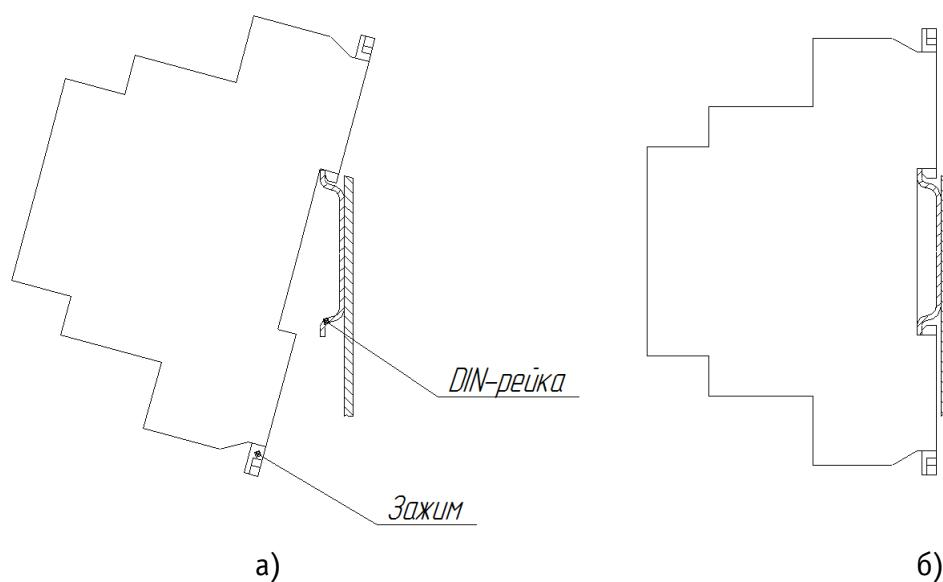

Рисунок 2. Последовательность установки Устройства на DIN-рейку
- зацепить верхним подпружиненным зажимом (8) корпуса Устройства (расположенным на тыльной поверхности корпуса Устройства) за верхнюю направляющую DIN-рейки (рис. 2а);
- оттянуть вниз нижний подпружиненный зажим (8) на нижней части корпуса Устройства, прижать Устройство к DIN-рейке;
- после прижатия корпуса Устройства к DIN-рейке, отпустить зажим (рис. 2б);